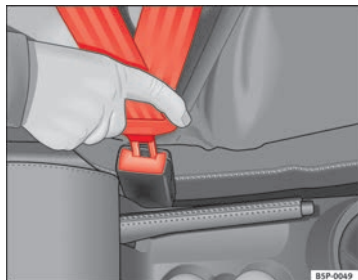

Fig. 11 Boccetto di aggancio e linguetta della cintura di sicurezza
- Inserire la linguetta della cintura nel bloccetto di aggancio del sedile corrispondente facendole effettuare lo scatto d'innesto ⇒ fig. 11.